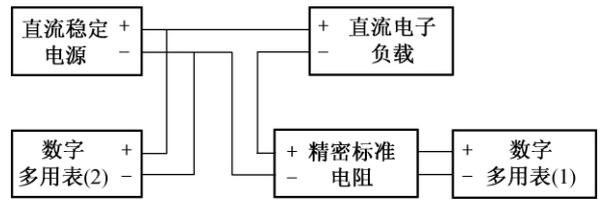

图3 定电阻 (CR)、定功率 (CP) 模式电阻校准图
如图 3，将直流稳定电源的输出负端串接精密 (电流) 标准电阻电流端后连接至直流电子负载的负输入端，直流稳定电源的正输出端连接直流电子负载的正输入端，数字多用表 (1) 的电压正负输入端分别连接到精密 (电流) 标准电阻的电压端。数字多用表 (2) 的电压正负输入端分别连接到直流电子负载的正负端。
连接方法如图 3。直流电子负载设置为 CP 模式，选择并设定合适的功率量程及校准功率值。按照校准功率值的大小，将直流稳定电源的输出电压和电流设置到适合的量限。依次打开直流电子负载的输入和直